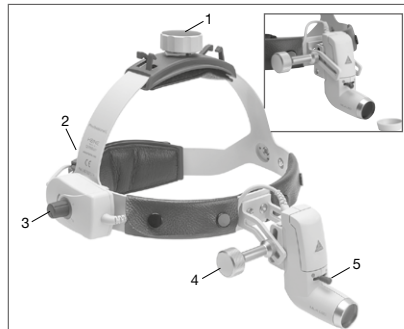

Fig. 2 Hodebånd Professional L (se høy fig.), beskyttelsesdeksel (se liten fig.)
Justering av **hodebåndet Professional L** (se fig. 2): For å justere for hodestørrelse kan hodebåndet utvides eller strammes ved å vri strekkfiskene øverst (1) og bak (2).
Velge synsvinkel og synsfelt (fig. 2)